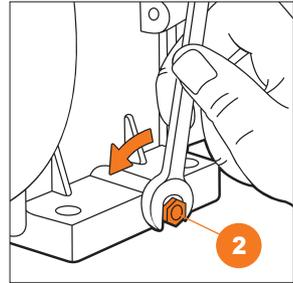

Рис. 49
- Удалите пробку сливного отверстия 2 (Рис. 49).